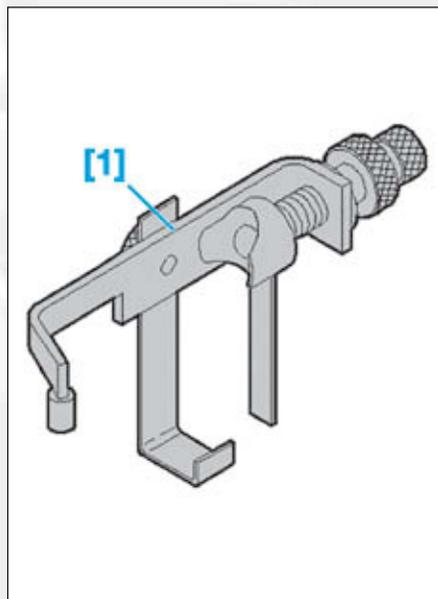

FIG.7
- [1]. Outil de réglage de l'actionneur d'embrayage boîte de vitesses manuelle pilotée (réf.0317-AT) (Fig.7).